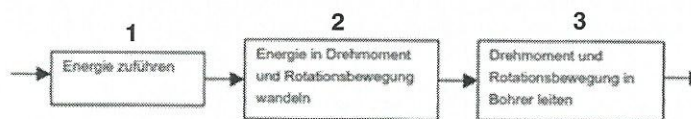

Bild 4.1: vereinfachte Funktionsstruktur des Antriebsstrangs einer Bohrmaschine
In Bild 4.1 ist die vereinfachte Funktionsstruktur des Antriebstrangs einer Bohrmaschine dargestellt. Um den Bohrer anzutreiben, wird Energie benötigt (1), die der Bohrmaschine zugeführt wird. Diese Energie muss als dann in ein Drehmoment und eine Rotationsbewegung gewandelt (2) und in den Bohrer geleitet werden (3).